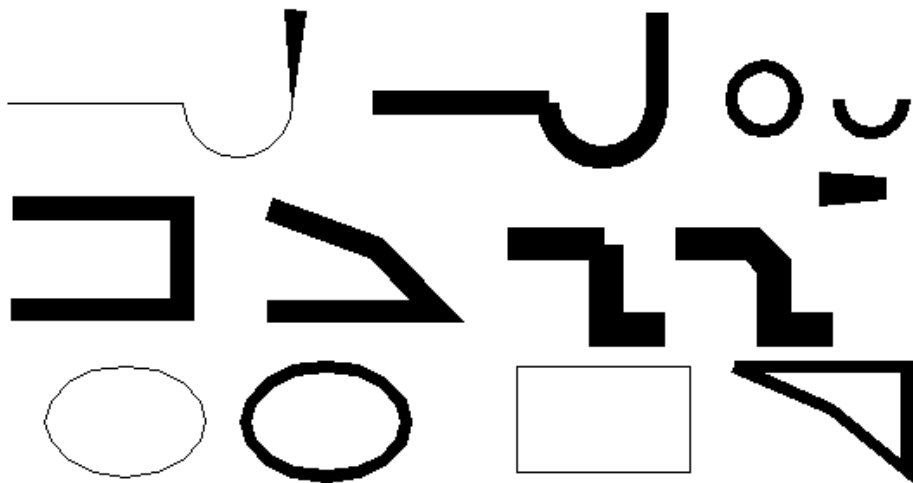

Рис. 13.5. Примеры редактирования полилиний
Команда **PEDIT** (ПОЛРЕД) используется для редактирования полилиний, прямоугольников, многоугольников, колец и эллипсов (рис. 13.5).
2. В диалоговом окне **Multiline Styles** (Стили мультилиний) (см. рис. 13.5) в списке **Current** (Текущий) выберите имя стиля.